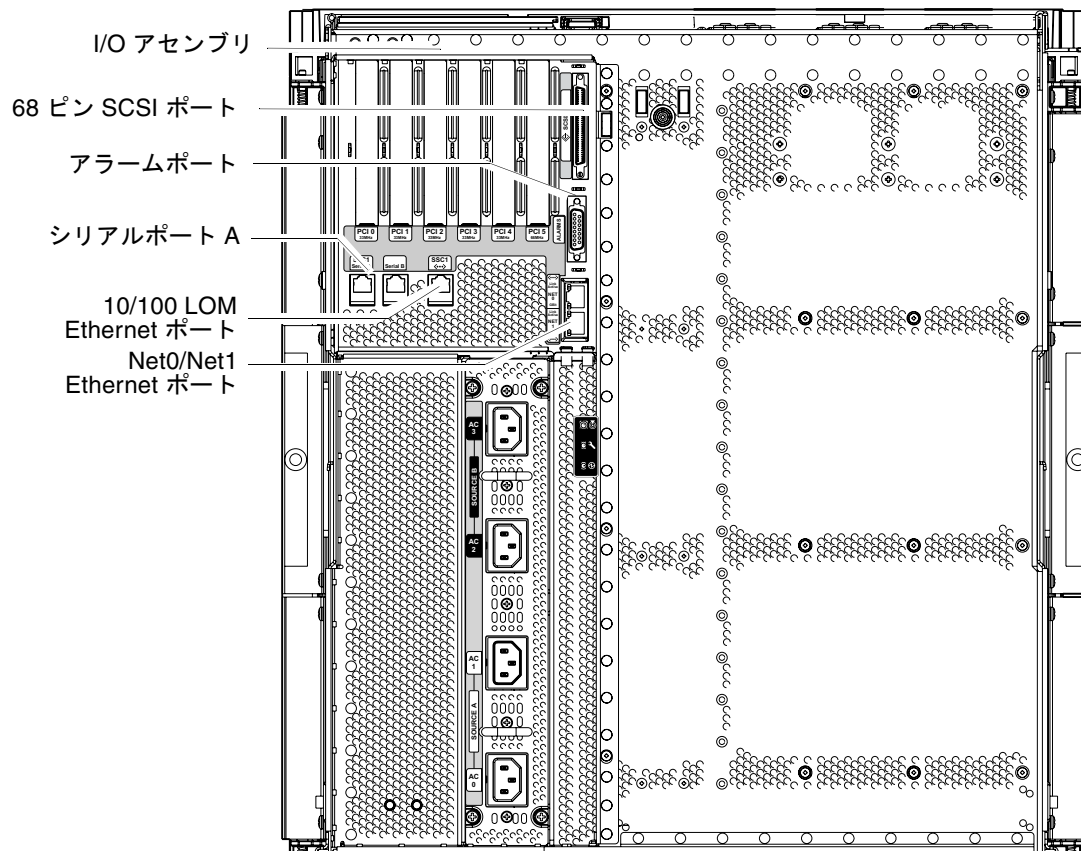

図 1-24 システムコントローラおよび I/O アセンブリの位置
1. I/O Ethernet ケーブルの一方の端を Net0/Net1 Ethernet ポートに接続します (図 1-24)。